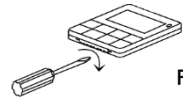

Fig.1
**Para la instalación:** Primero corta la energía de la unidad interior. Para **abrir el controlador** (Fig.1), usa un destornillador plano y haz un poco de palanca **con cuidado** en la ranura de abajo. No fuerces, porque podrías estropear el interior. Gira suavemente el destornillador hasta que la tapa trasera se abra.